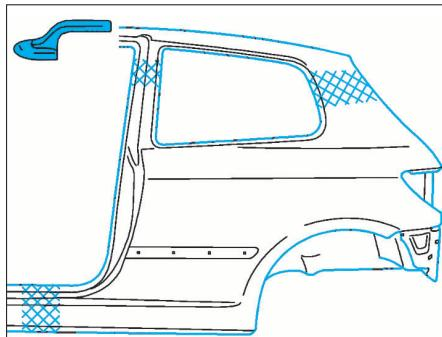

FIG. 127
- Faire un étamage selon (Fig.127).